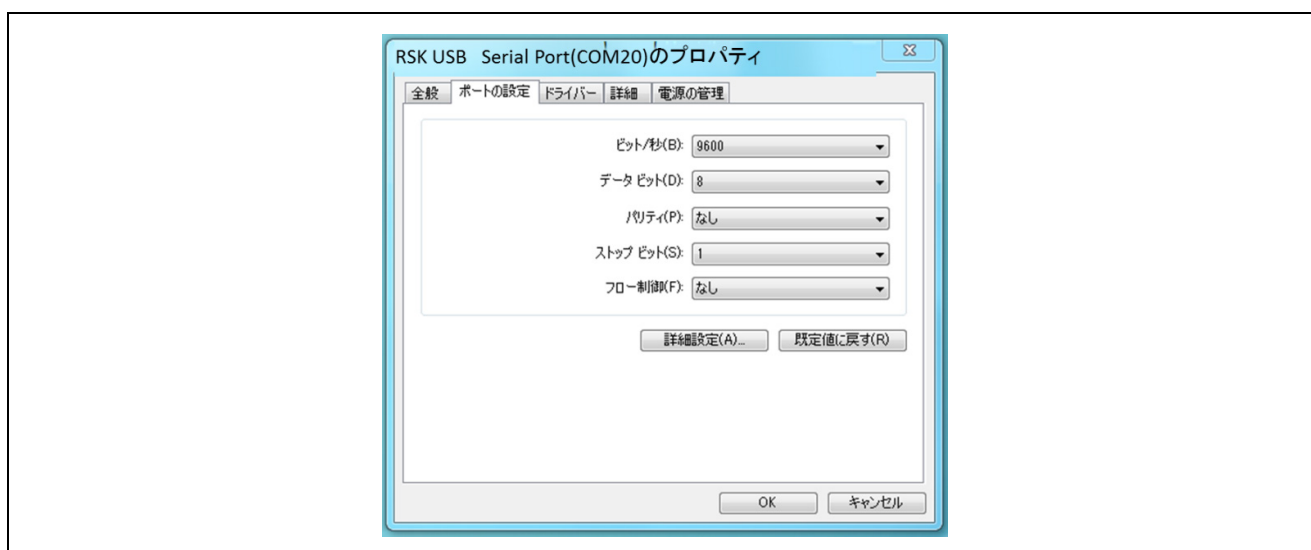

図 5.7 COM ポート設定画面
2. 図5.7に示すようなCOMポート設定画面が表示されるので、その画面上で「ポートの設定」タブを選択し、「詳細設定(A)...」をクリックしてください。